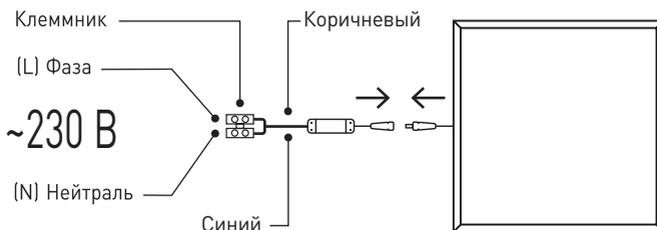

Рис.1. Схема подключения светильника к сети 230В.
3.3.2. Этот провод необходимо подключить к проводу источника питания с помощью клеммника в соответствии со схемой, изображенной на рис.1;